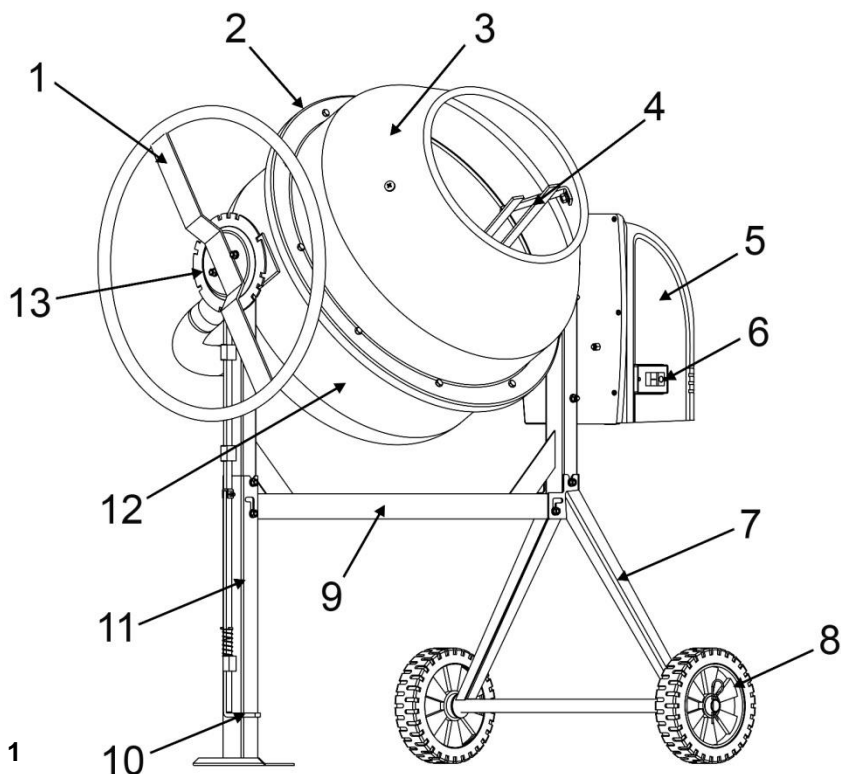
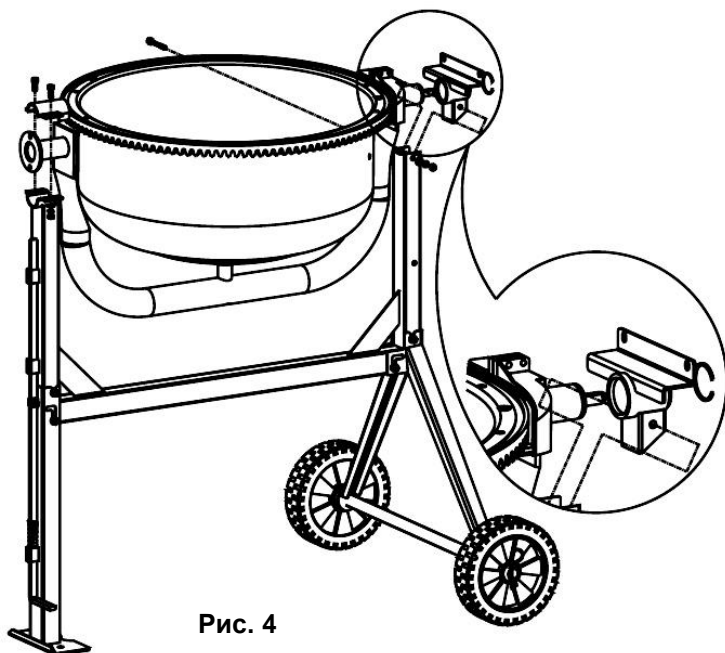

Рис. 1
Рис. 4
- Наденьте на ось колесной стойки (7)(См. Рис.1,2) по колесу с каждой стороны.
- К несущей балке (9)(См. Рис.1) присоедините дополнительную опору (11).
- Соедините раму с колесной стойкой (7)(См. Рис.1; 3). Зафиксируйте ее положение винтами (M8x70). Крепко затяните винты.
- Установите опорную дугу вращения барабана на балку рамы. Зафиксируйте ее положение винтами М8х65 (См. Рис.4).
- Осторожно поместите нижний барабан (12)(См. Рис.1) на стойку, так чтобы подшипники попали в соответствующие пазы (См. Рис.4).
- Поместив верхний барабан (3)(См. Рис.1) на обод нижнего барабана (12)(См. Рис.1; 6), убедитесь в совпадении пазов и стрелок, а так же и свободном вращении лопастей внутри барабана.
- Установите колесо наклона (1)(См. Рис.1) на место крепления.
- Трансмиссия с электродвигателем закрыта защитным кожухом (5)(См. Рис.1; 8).
- Перед началом эксплуатации нового бетоносмесителя, или бетоносмесителя после продолжительного хранения, удостоверьтесь в правильном натяжении приводного ремня. Откройте крышку электродвигателя, открутив 6-ть винтов крепления кожуха (5)(См. Рис.1). Приводной ремень должен быть надет на шкив, прогиб ремня при нажатии на него пальцем в средней части должен быть в районе 0,5-1 см.
2. Нажмите на зеленую кнопку включения (6)(См. Рис.1), расположенную сбоку на защитном кожухе электродвигателя.
3. Для отключения – нажмите на красную кнопку (6)(См. Рис.1).
- Отключите электродвигатель бетоносмесителя, нажав красную кнопку выключателя (4)(См. Рис.1).
- Для выгрузки готовой смеси нажмите на педаль (10), потяните на себя рукоятку наклона барабана (1)(См. Рис.1) и поверните барабан в нужную сторону выгрузки.